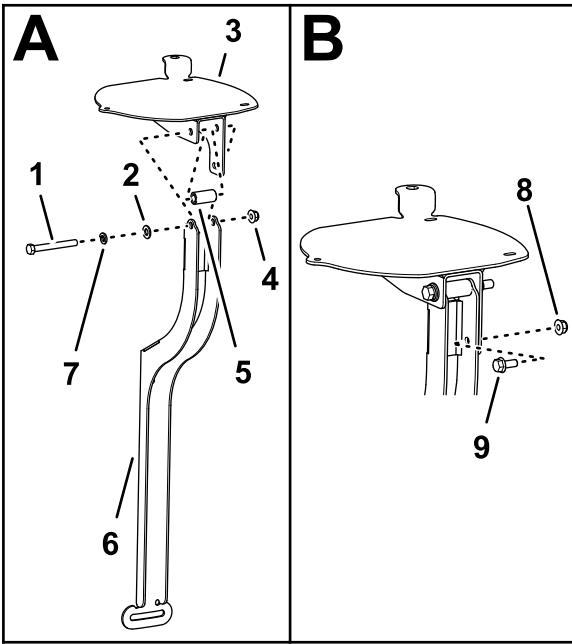

Figure 155
1. Alignez les trous du socle du récepteur de navigation, l'entretoise (3/8" x 1") et le support du récepteur (Figure 155).
2. Fixez le socle du récepteur et l'entretoise au support avec un boulon (3/8" x 3 1/4"), une rondelle frein (3/8"), une rondelle (3/8" x 13/16") et un contre-écrou à embase (3/8"), comme montré à la Figure 155.
3. Insérez le boulon à embase (5/16" x 3/4") et le contre-écrou (5/16") dans le petit trou du support du récepteur et dans la fente du socle (Figure 155).